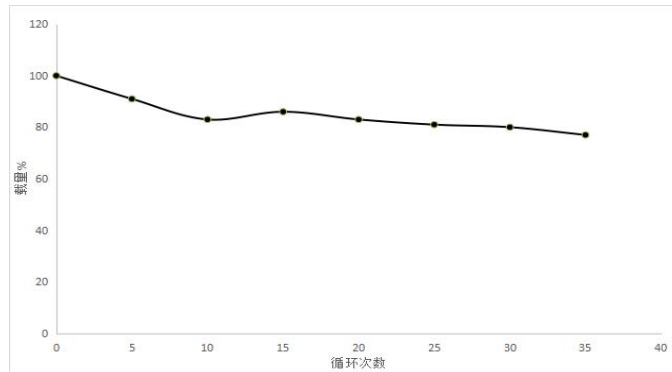

图 2. STarm Streptactin Beads 4FF 的 CIP 清洗
**STarm Streptactin Beads 4FF** 的配体蛋白是 Streptactin 的突变体，其偶联至高度交联的 4% 琼脂糖微球上。样品中低浓度 (50  $\mu\text{mol/L}$ ) 的 D-生物素不会影响目的蛋白和 **STarm Streptactin Beads 4FF** 的结合效果。该产品在使用后可用平衡液再生，或者使用 10 mM NaOH 进行一定程度的清洗。介质具体性能见表 1。**STarm Streptactin Beads 4FF** 具有较高的耐受性，可以多次使用，见图 2。